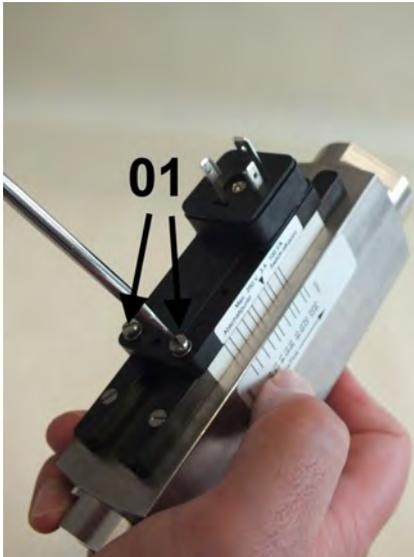

Abb. 63: Feststellschrauben lösen
- 3.** Feststellschrauben (Abb. 63/01) des Schaltkontaktes mit einem Schlitzschraubendreher so weit lösen, dass er sich frei verschieben lässt
11. ➤ Feststellschrauben (Abb. 63/01) wieder festdrehen, dabei Anziehdrehmoment einhalten (☞ Kapitel 11.1 „Anziehdrehmomente“ auf Seite 87)